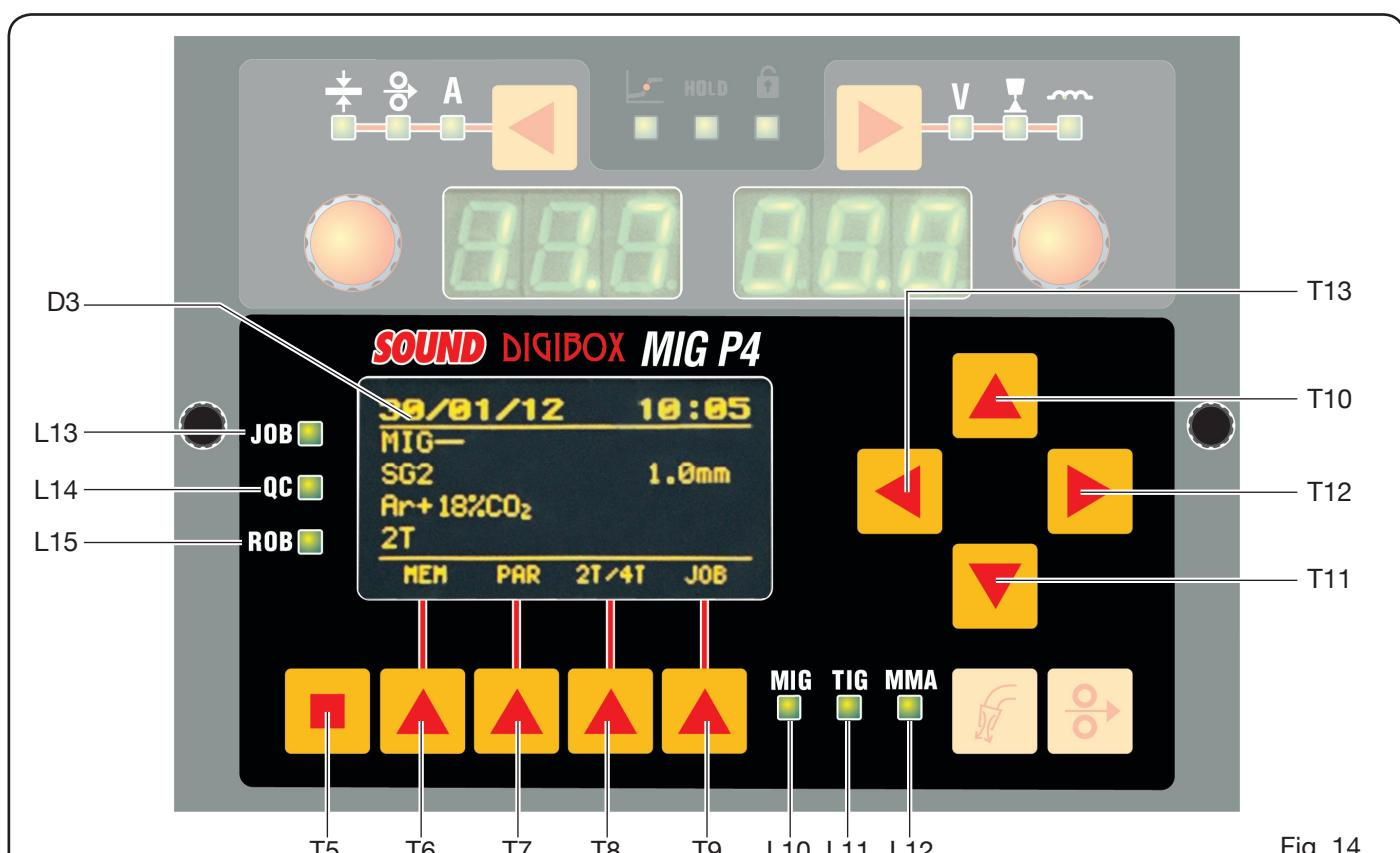

Fig. 14
Die Steuertafel hat einen Bereich für die **Überwachung** (Abb. 13) und einen Bereich für die **Einstellungen** (Abb. 14).
6.2 EINSTELLBEREICH (ABB. 14).